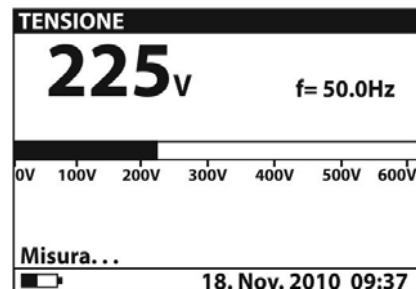

Fig. 14: Page-écran valeur mesurée
6. Appuyer à nouveau sur la touche **START/STOP** pour terminer la mesure. Le résultat du test s'affiche à l'écran (voir Fig. 14)